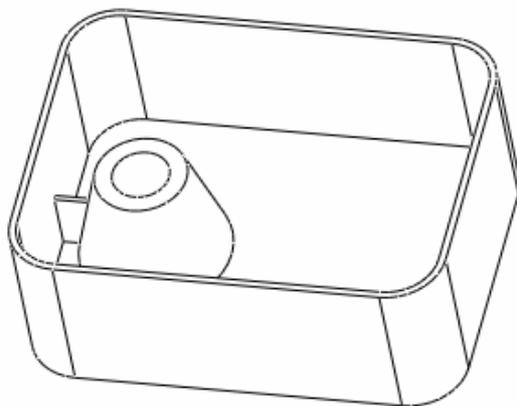

图 9-9
- (5) 单击  按钮，完成特征的建立，结果如图 9-9 所示。